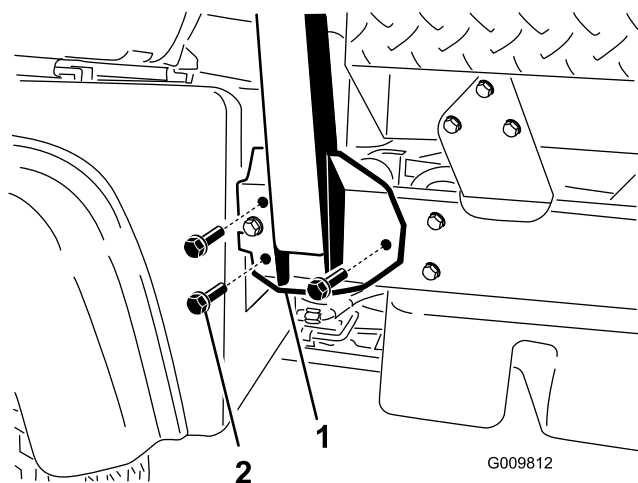

Figura 3
2. Alinee cada lado de la barra antivuelco con los taladros de montaje de cada lado del bastidor de la máquina (Figura 3).
3. Sujete el soporte de montaje de la barra antivuelco al bastidor de la máquina usando 3 pernos con arandela prensada ($\frac{1}{2}$ " x $1\frac{1}{4}$ ") en cada lado (Figura 3).